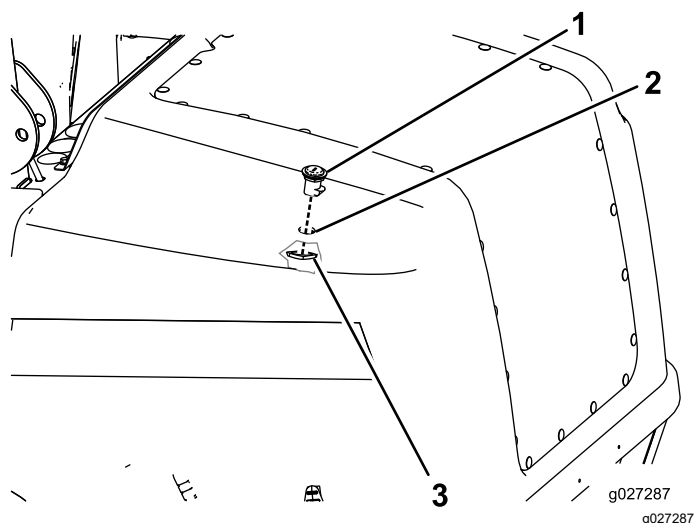

Bild 4
11. Stecken Sie das Schloss so durch die Motorhaube und die Riegelstütze, dass der Riegel nach vorne zeigt (Bild 4).
12. Schrauben Sie die Sicherungsmutter auf die Unterseite des Schlosses, um es zu befestigen (Bild 4).